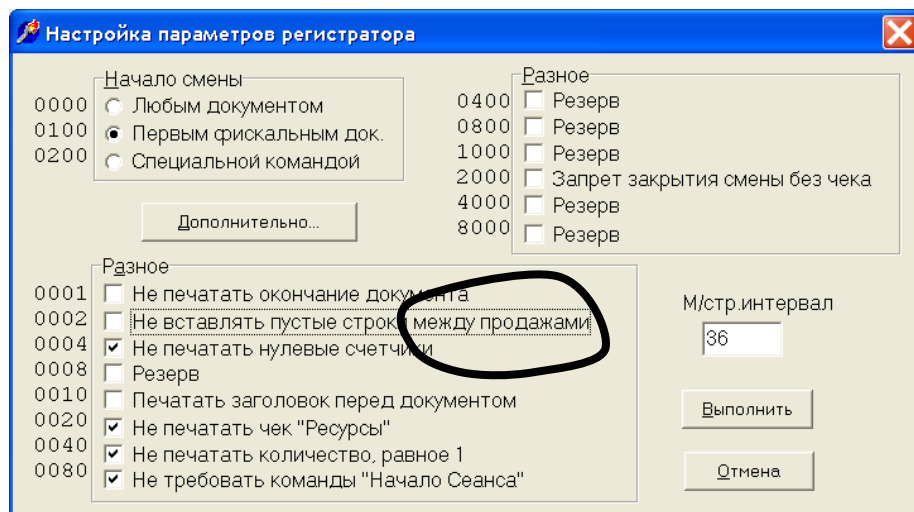

Рис. 20
- тайм-аут – 36 (здесь означает кол-во символов в строке, необходимо подобрать в зависимости от кол-ва символов, которое помещается на заданную ширину ленты) (рисунок 20)